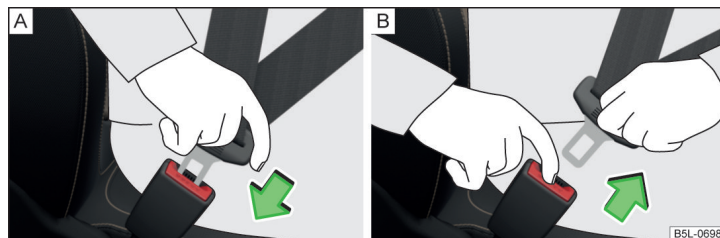

Fig. 19 Fixarea sau desfacerea centurii de siguranță
- ▶ Introduceți clema de fixare în catarama aferentă a centurii de siguranță » fig. 19 - [A] până când se fixează cu un declic.
- ▶ Prindeți de limba centurii și apăsați butonul roșu de pe catarama centurii » fig. 19 - [B], limba centurii sare afară.